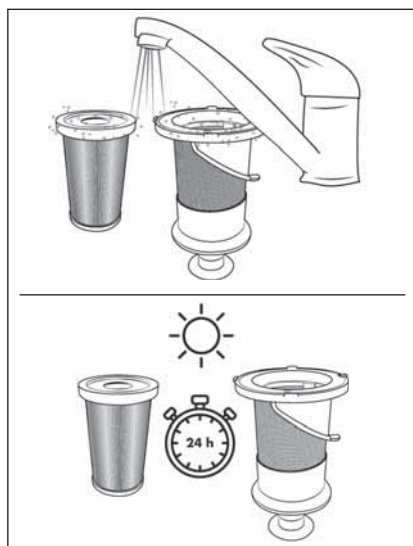

Fig. 22
- 5) Skyl EPA-filteret **5** og filteret af rustfrit stål **6** under koldt eller lunkent vand. Lad EPA-filteret **5** og filteret af rustfrit stål **6** lufttørre fuldstændig, før du sætter dem ind i støvbeholderen **7** igen (se fig. 22).